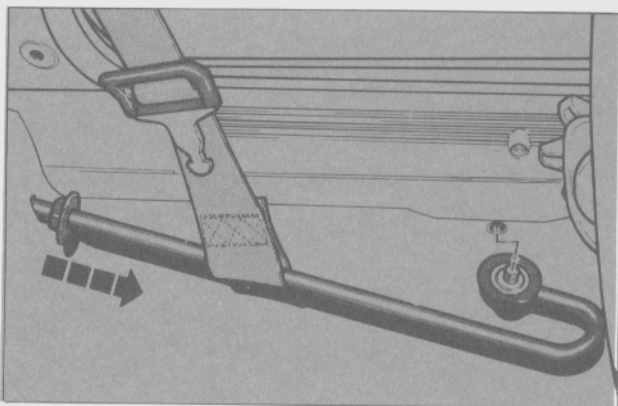

Fig. 40 - Extracción de la barra de ajuste inferior. Modelo XR4.
- En el modelo XR4, retirar el tornillo de retención de la barra de ajuste al panel de piso (Fig. 40).